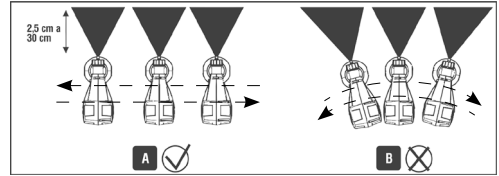

Fig. 8 – Distancia ideal para una buena pintura
- Pulverice la superficie a una distancia de 2,5 cm a 30 cm del objeto a ser pintado de acuerdo a la Fig. 8;